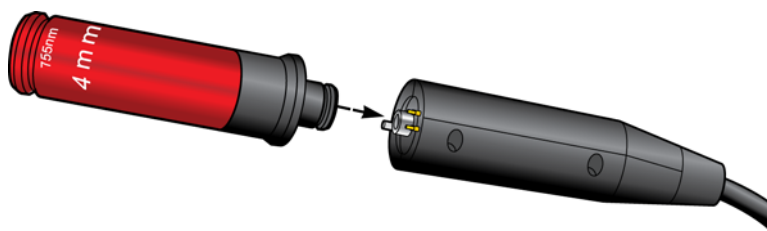

Figura 3-2: Conexión del aplicador al cable del sistema de suministro
2. Seleccione el aplicador que quiera utilizar durante el tratamiento y conéctelo al extremo distal del cable del sistema de suministro (consulte la **Figura 3-2**). Los tres aplicadores se conectan de la misma forma.